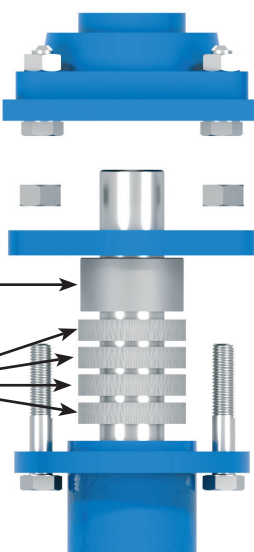

Fig. 8
5. Estrarre tutta la guarnizione (25) vecchia con un attrezzo appuntito, avendo cura di non danneggiare la superficie dell'albero (fig. 8).